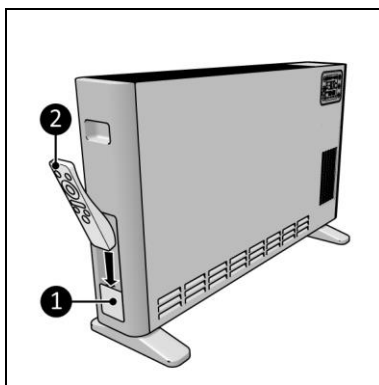

Abbildung 13
1. Die Fernbedienung (Abbildung 13, Pos. 2) kann in den Fernbedienungssteckplatz (Abbildung 13, Pos. 1) seitlich am Gerät eingesetzt werden.